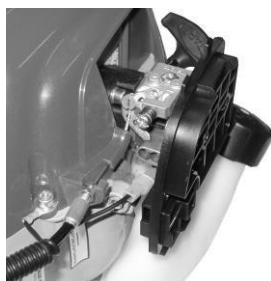

Fig. 6
**Collegamento cavo comando gas per macchine con trasmissione rigida:** (Fig. 6). Il cavo comando gas che esce dalla manopola acceleratore presenta sulla parte finale un registro filettato, due dadi avvitati sul registro e uscente dal registro, il cavo acceleratore in acciaio. Afferrate il cavo comando gas ed inseritene l'estremità nel nottolino girevole comando valvola farfalla del carburatore. Poi, posizionate il registro filettato sull'apposita sede del coperchio cilindro in nylon, facendo attenzione a far passare il cavo in acciaio sotto la relativa rotaia. Fissate ora il registro al coperchio cilindro agendo sui dadi. Regolate ora il registro in modo da annullare gli eventuali giochi tra cavo e guaina, al fine di avere una corretta e progressiva accelerazione. Questo registro è una sicurezza a norma CE e serve per impedire l'accelerazione accidentale della macchina a seguito di eventuali appigli. Collegate ora il capocorda ad occhiello del cavo di massa ad una delle quattro viti fissaggio coperchio cilindro supporto campana frizione e innestate il faston femmina, sempre del cavo massa, con il faston maschio proveniente dalla bobina posta all'interno del motore. Nelle macchine dotate di manubrio, fate passare il gruppo cavo comando gas dentro le apposite sedi laterali della crociera, ed i due passacavi posti sull'asta in modo tale che il gruppo comando gas sia il più aderente possibile alla macchina.